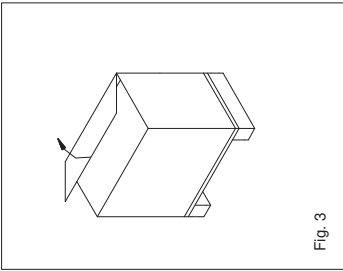

Fig. 3
2. Aprire i lembi superiori dell'imballo ed estrarre il disco spazzola e il tergipavimento (Fig. 3)